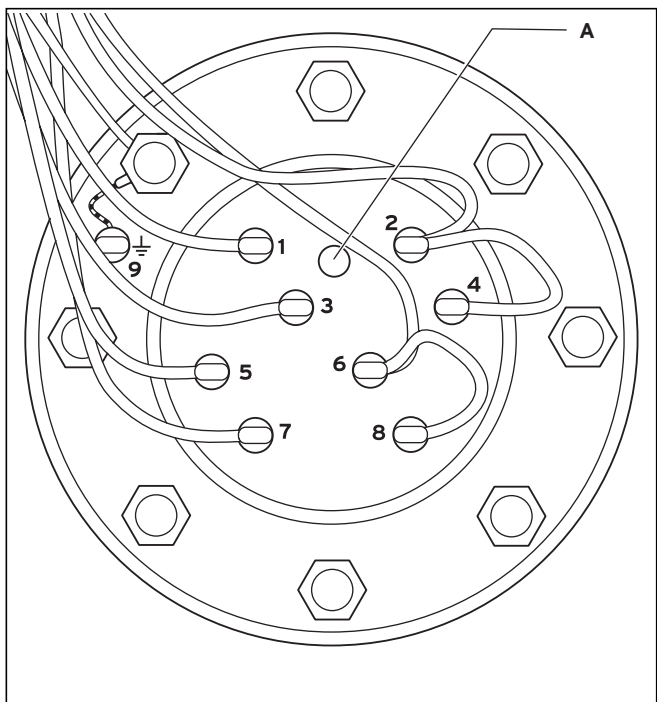

Fig. 8.8 Zona dei collegamenti nella flangia di riscaldamento
- Per il cablaggio, osservare la posizione dei cavi e confrontarla con la fig. 8.8 ab.